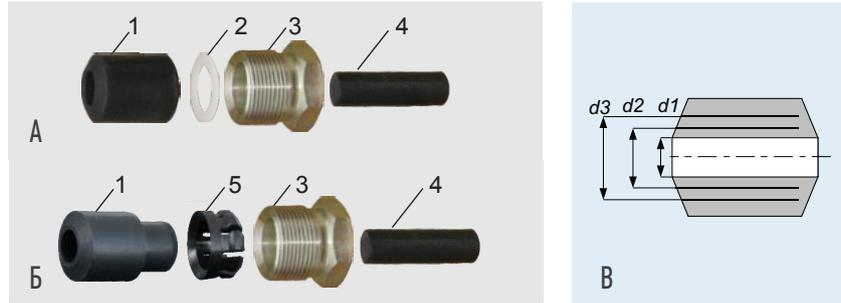
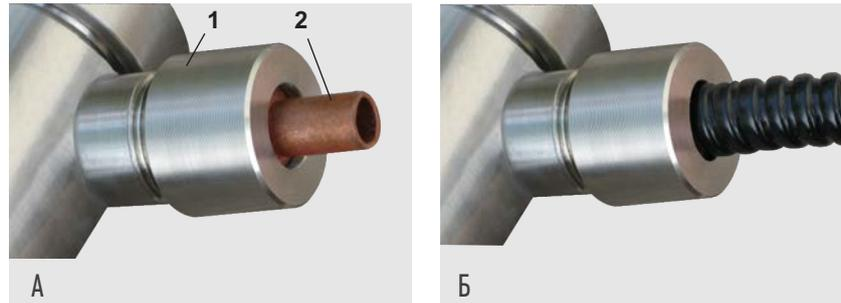

Рис. 2. Устройство крепления металлорукава УКМ-10 (-12) для кабельного ввода "D12":
Рис. 3. Устройство крепления бронированного кабеля УКБК-15 для кабельного ввода "D12":
1) Устройство крепления металлорукава “УКМ-10” или “УКМ-12” для кабельного ввода D12* (рис. 2). Устройства предназначены для крепления металлорукава, внутренним диаметром 10 мм (УКМ-10) и 12 мм (УКМ-12). Состоят из резьбовой втулки 1 (сталь) и втулки 2 (латунь). Крепление осуществляется наворачиванием металлорукава на втулку 2, на конце которой предварительно выполняется выступ (~ 1,5 мм) при помощи плоскогубцев.
2) Устройство крепления бронированного кабеля “УКБК-15” (рис. 3) для кабельного ввода D12. Устройство состоит из резьбовой конусной втулки 1 (которая устанавливается взамен втулки 3 по рис. 1А), конусной втулки 2 и резьбовой втулки 3. Фиксация брони кабеля осуществляется между втулками 1 и 2 при наворачивании втулки 3 по резьбе M24 на корпус кабельного ввода. Диаметр по броне - до 15 мм. Пример обозначения: «Наименование изделия -...-УКБК-15».
2) Изделия, имеющие кабельные вводы с наружной резьбой M24, по умолчанию в заказе комплектуются резьбовой втулкой поз. 3 по рис. 1. На резьбу M24 можно установить устройство “УКМ-...” (рис. 2) или “УКБК-15” (рис. 3).